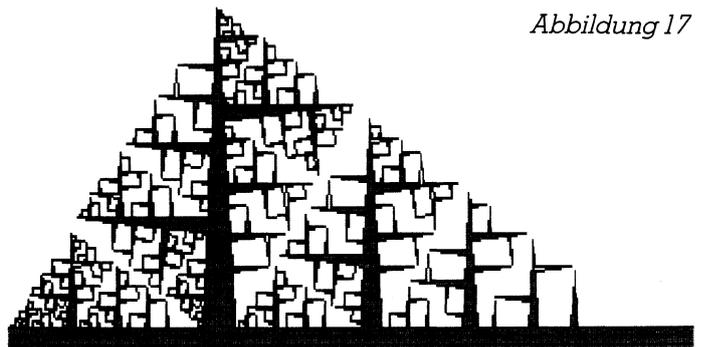

Abbildung 17
6. Beispiel: Die Zackenkurve (Listing 12, Abbildung 17)